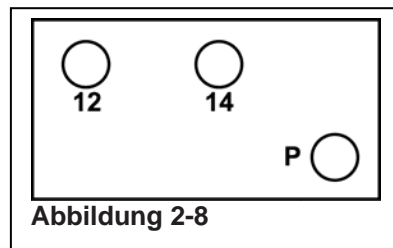

Abbildung 2-8
- Phase 3. Reinigen Sie die Anschlussflächen mit einem feuchten Tuch. Schließen Sie die eintretende Luft an die austretende Luft an und befestigen Sie das Steuermodul mit den vier (4) mitgelieferten Schrauben auf die Ventilkappen. Drehmoment von 5 ft/lb [6,8 N m].
- Phase 4. Verbinden Sie einen Schlauch mit dem rechten seitlichen Anschluss (14) auf dem Kollektor; verbinden Sie die gegenüberliegenden Enden mit dem rechten Anschluss "OUT" auf dem hängenden Bedienfeld (siehe Abb. 2-8).
- Phase 5. Verbinden Sie den zweiten Schlauch mit dem linken seitlichen Anschluss (12) auf dem Kollektor; verbinden Sie die gegenüberliegenden Enden mit dem Anschluss "OUT" auf dem hängenden Bedienfeld (siehe Abb. 2-8).
- Phase 6. Verbinden Sie den dritten Schlauch mit dem ganz rechten Anschluss (P) auf dem Kollektor; verbinden Sie die Enden gegenüber dem zentralen Anschluss "IN" auf dem Bedienfeld (siehe Abb. 2-8).